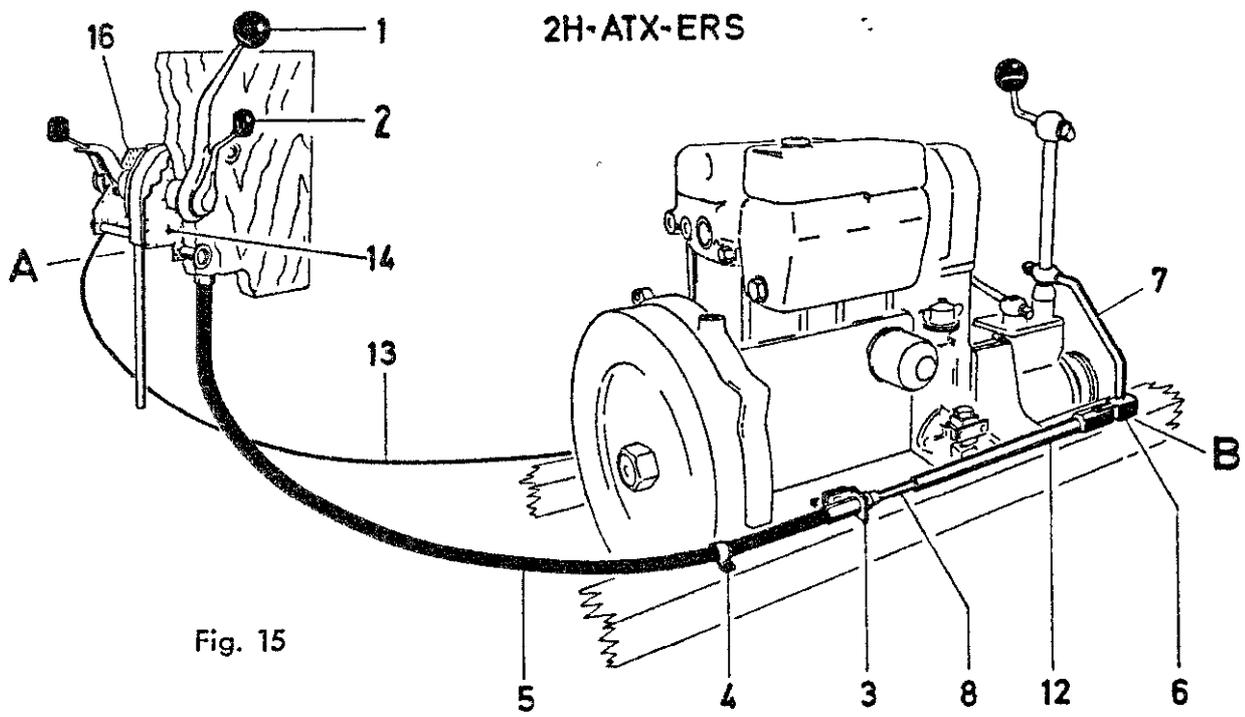

Fig. 15
- a. Studer manøverboksens sammensetting. Demonter deretter alle reguleringsdelene, unntatt monteringsplaten (fig. 15, pos. 14).
- c. Monter manøverbokshendel (1) og reguleringshendel (2).
- d. Den stillbare støttevinkel (3) monteres i det ledige hullet i fundamentjernet på babord side (passer ikke for montering i styrbord hull), men kan plasseres etter forholdene i hvert tilfelle.
- e. Legg den blå panserslange (5) fra manøverboks (påse at fartsretningen stemmer med hendelens bevegelse forover—akterover, om nødvendig bytt om inntak—utløp for snekkekabelen) og fram til støtte-